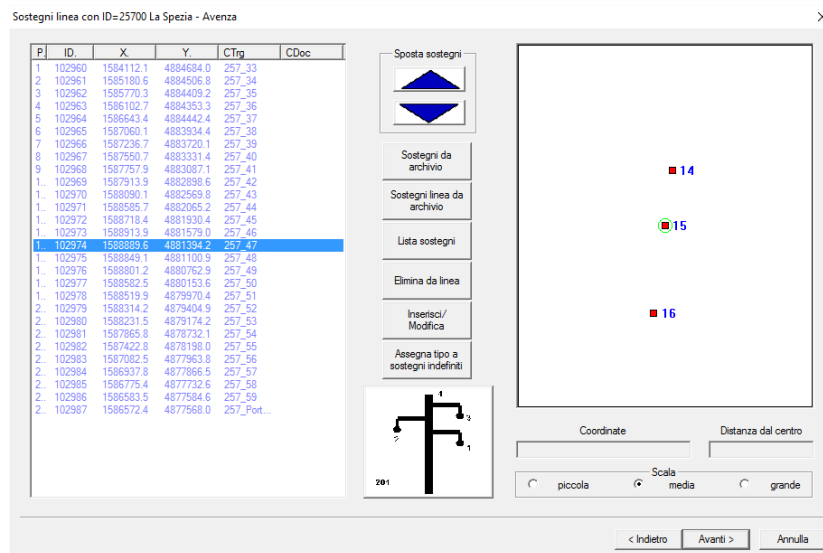

Fig. 12 - Elenco sostegni.
- per una linea Terna o Enel costituita da un solo tronco, si aggiunge '00' al codice della linea. Alla linea con codice 257 (esempio in Fig. 12) è pertanto associato l'Id 25700;
Nella schermata relativa ai sostegni della linea (Fig. 12), sulla sinistra compare l'elenco dei sostegni. Per ognuno di essi sono visualizzati: